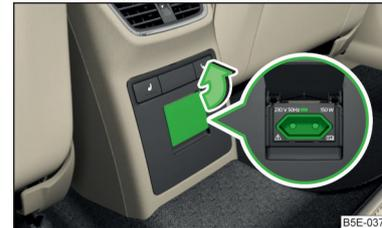

Abb. 94
- Die Abdeckung der Steckdose in Pfeilrichtung aufklappen » Abb. 94.